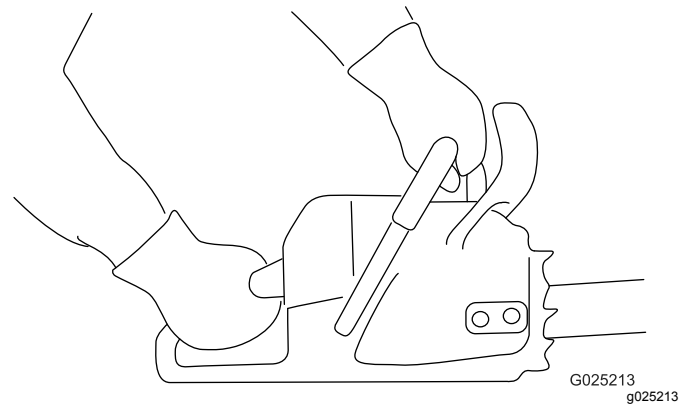

Figura 11
1. Agarre la motosierra con las dos manos, con la mano izquierda en la empuñadura delantera y la mano derecha en la empuñadura trasera, como se muestra en Figura 11.
1. Sujete la motosierra como se muestra en la Figura 11.
3. Sujete la motosierra como se muestra en la Figura 11.